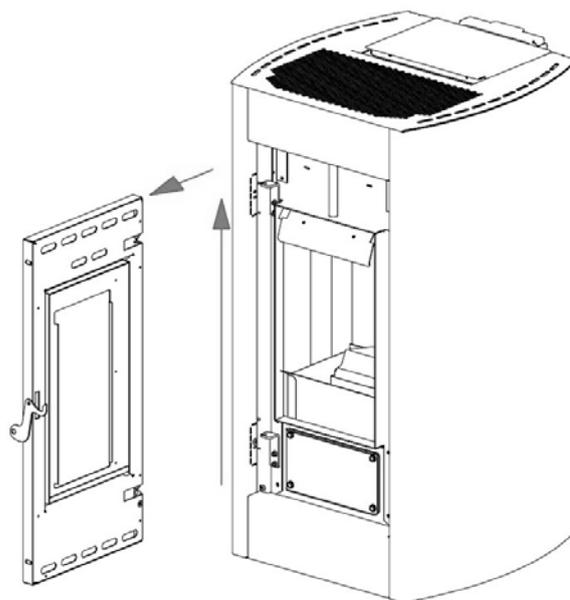

Fig. 33 - Rimozione porta
- Alzare la porta affinché i perni della porta escono dalla staffa sulla struttura (vedi **Fig. 33**).